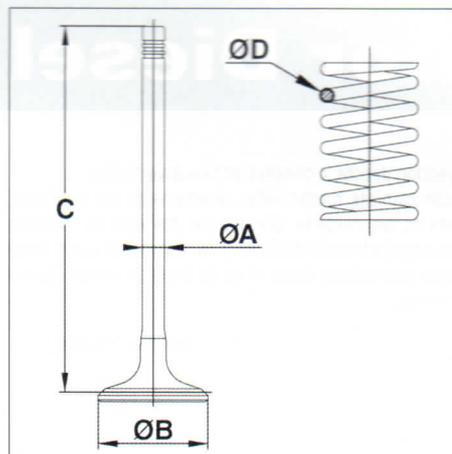

FIG.4
Diámetro (D) (fig. 4) de la espira: $3 \text{ mm} \pm 0,03$.
Cotas (Fig.4)